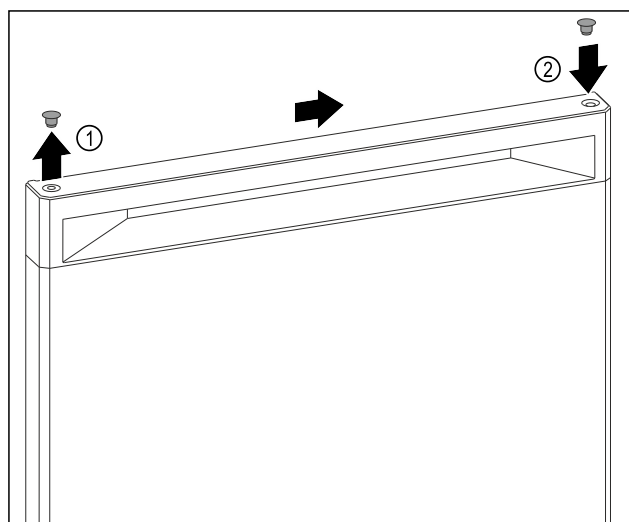

Fig. 9
- ▶ S ploščatim izvijačem previdno privzdignite pokrivni čep na zgornji strani vrat Fig. 9 (1).
- ▶ Pokrivni čep vstavite na nasprotni strani. Fig. 9 (2)